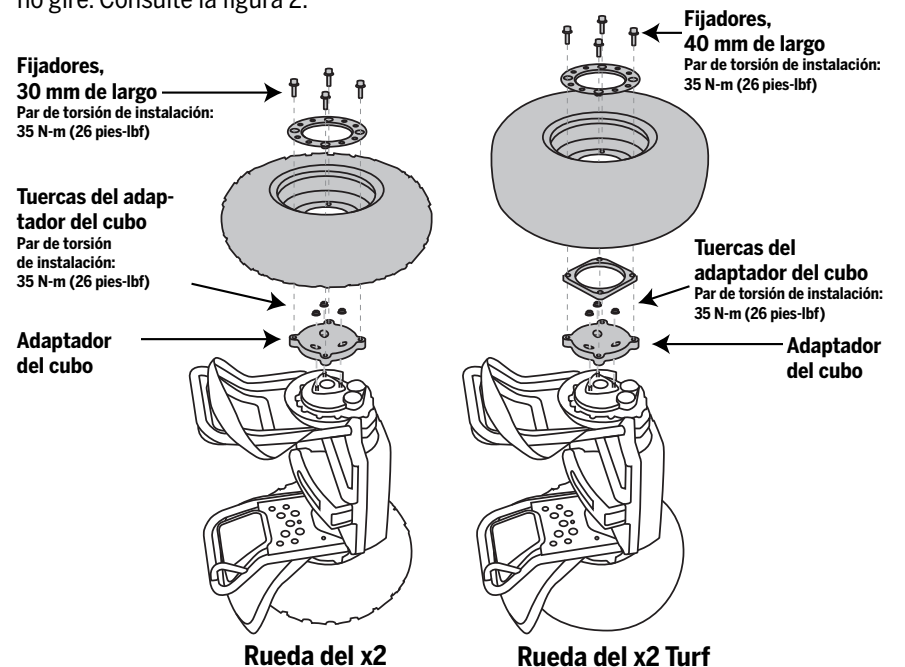

Figura 2. Cómo desmontar o instalar el adaptador del cubo
3. Quite las (3) tuercas con una llave de cubo de 13 mm. Sujete la rueda para que no gire. Consulte la figura 2.
5. Quite los (4) fijadores que acoplan el adaptador del cubo a la rueda con una llave hexagonal de 8 mm.
7. Para volver a instalar el adaptador del cubo, coloque la rueda sobre el adaptador del cubo con el vástago de la válvula apuntando hacia afuera. Para el x2 Turf: Coloque el espaciador sobre el adaptador de cubo, luego coloque la rueda sobre el espaciador. Consulte la figura 2.
8. Coloque la protección sobre la rueda. Introduzca los (4) fijadores a través de la protección y la rueda, y al interior del adaptador del cubo.
9. Coloque la rueda y el adaptador del cubo sobre los tres pivotes roscados. Consulte la figura 2. Sujete la rueda para que no gire e instale las 3 tuercas en los (3) pivotes roscados. Con una llave de cubo de 13 mm, apriete las tuercas aplicando 35 N·m (26 pies-lbf).